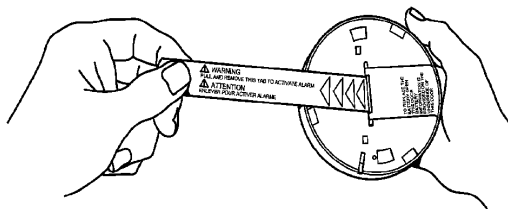

Figura 5: Activación de la alarma Tire de la lengüeta y retírela para activar la alarma.
10.5 Active la alarma, retirando y desechando la lengüeta removible que dice "Advertencia", tal como se muestra en la Figura 5, en la página siguiente.